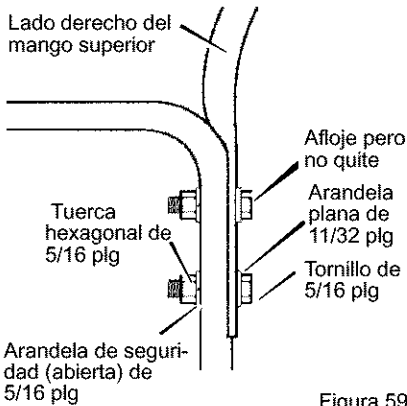
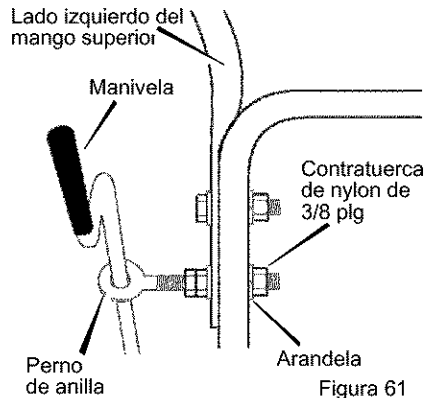

Figura 59
Figura 61
3. Afloje pero no quite los tornillos, arandelas planas, arandelas de seguridad y tuercas hexagonales que se encuentran en los agujeros superiores del mango inferior. Vea la Figura 59.
4. Retire los sujetadores y el perno de anilla de los agujeros inferiores del mango inferior. Vea la Figura 59 y Figura 61.